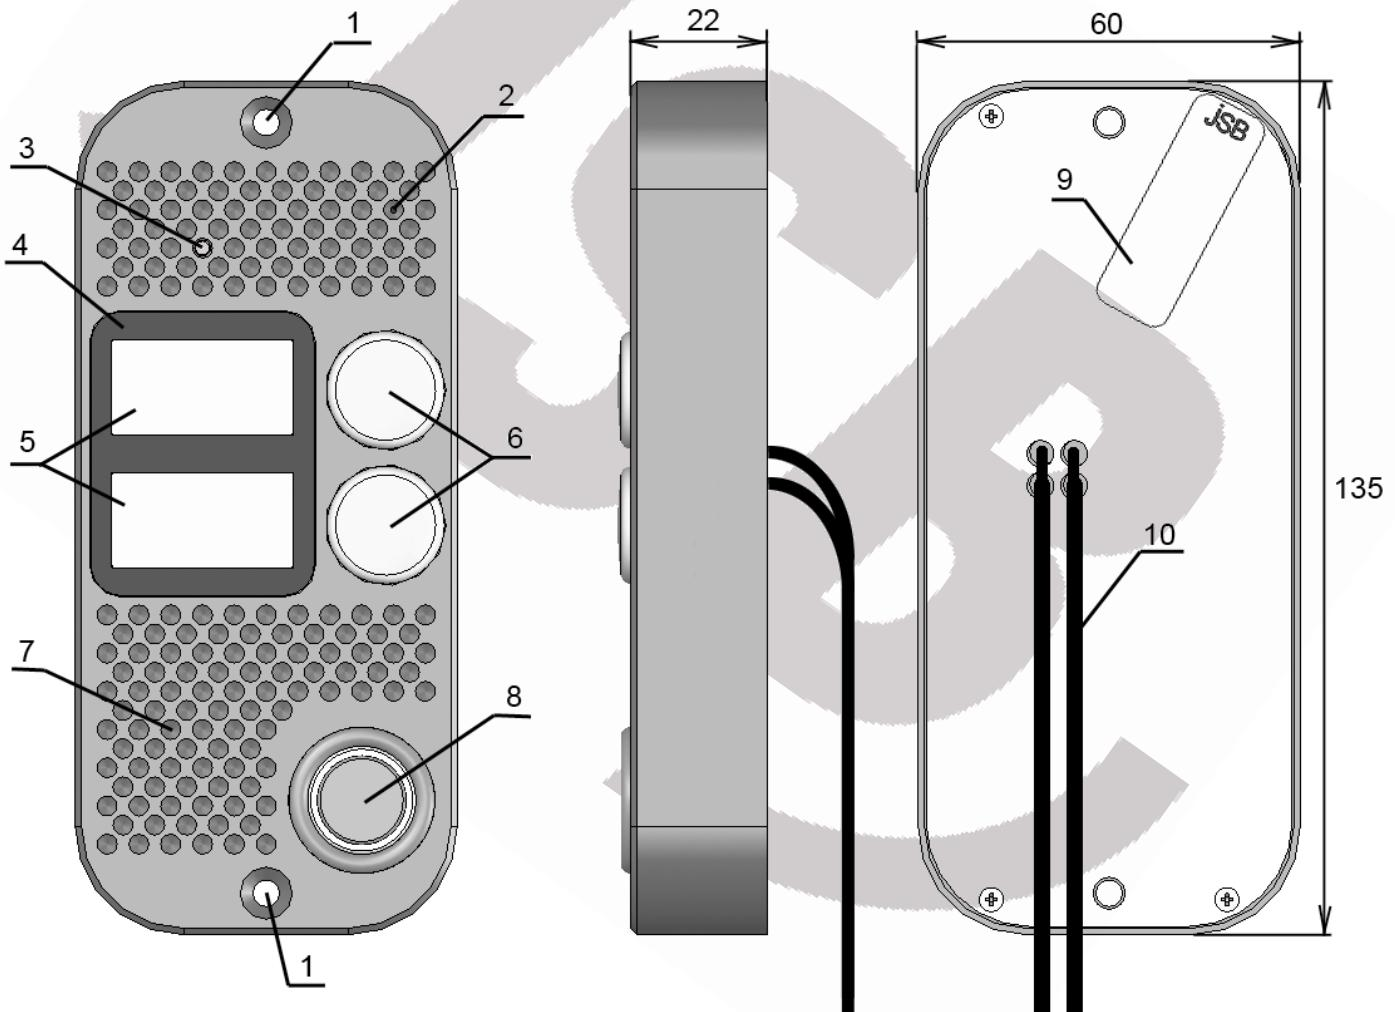

Рис. 1. Назначение основных узлов панели:
- 6) Распечатать обозначения абонентов на бумаге (номера квартир/офисов, наименование фирм и т.п., размер окон для обозначений 28x14 мм), вырезать, поместить их в окна (поз. 5 на рис. 1) и закрыть защитными стеклами, входящими в комплект поставки.